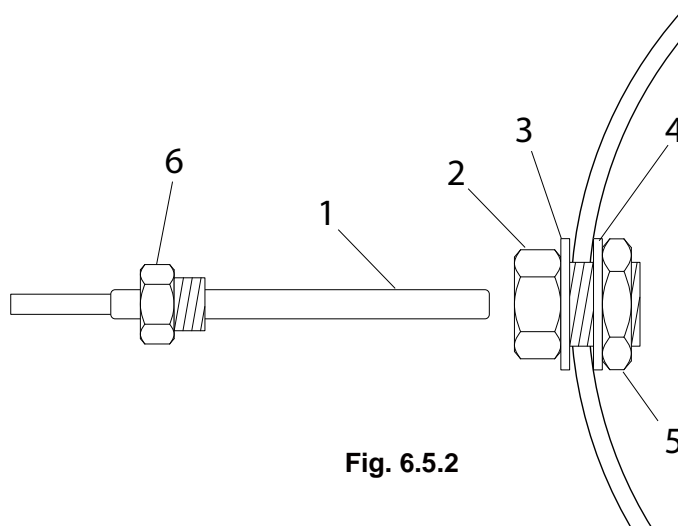

Fig. 6.5.2
- 2) insertar el soporte de la sonda (2) en el tubo con la arandela (3) (Fig.6.5.2);
- 3) desde el interior del tubo insertar la arandela (4) y atornillar el tornillo (5) al soporte de la sonda (2);
- 4) insertar la sonda (1) en su sujeción (6);
- 5) insertar la sonda (1) en el soporte y sujetarla, atornillando su sujeción (6) y teniendo bloqueado el soporte (2).